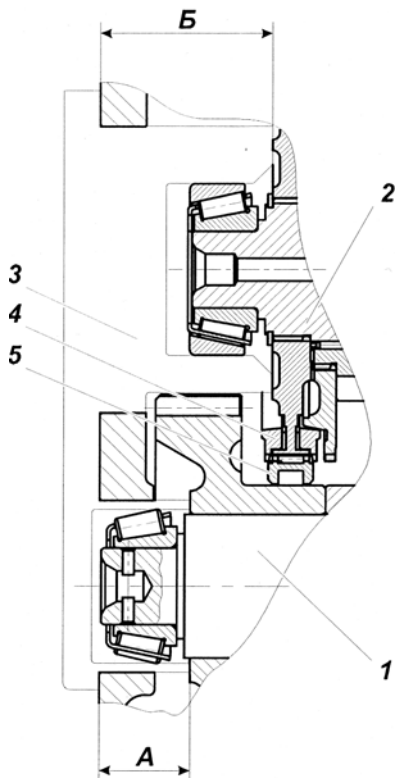

Рис. 24:
2. Завести в картер коробки передач собранные в сборе промежуточный и вторичный валы и зафиксировать их взаимное положение друг относительно друга с помощью технологического приспособления (рис. 24) таким образом, чтобы обеспечивался монтажный размер А (от переднего торца картера коробки передач до переднего торца ступицы шестерни привода промежуточного вала) равный $48 \pm 0,025$ мм и монтажный размер Б (от переднего торца картера коробки передач до переднего торца ступицы синхронизатора 4-5 передач) равный $90,3 \pm 0,025$ мм. При этом блокировочное кольцо поз. 4 и муфта поз. 5 синхронизатора должны быть зафиксированы на ступице вторичного вала, а наружное кольцо переднего подшипника промежуточного вала должно быть снято.